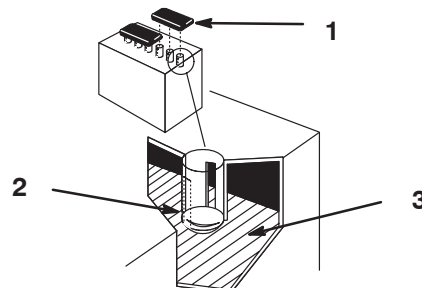

Figure 25
2. Enlevez les bouchons de remplissage. Si le niveau d'électrolyte n'atteint pas la partie inférieure du tube (Fig. 25), ajoutez la quantité d'eau distillée requise (voir Ajout d'eau dans la batterie, page 27).
2. Enlevez les bouchons de remplissage (Fig. 25).
3. Versez lentement de l'eau distillée dans chaque élément pour amener le niveau à la partie inférieure du tube (Fig. 25).